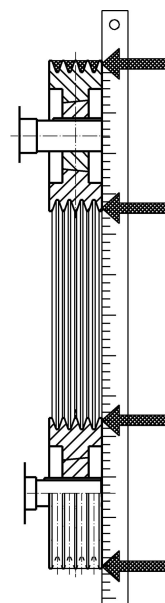

Рис. 2
- 2.6 Наденьте клиновые ремни (5218) на шкивы и натяните их с помощью регулировочных винтов в кронштейне электродвигателя. При натягивании клиновых ремней убедитесь, что шкивы выровнены достаточно точно. Чтобы проверить выравнивание, воспользуйтесь металлической линейкой, как это показано на рис. 2. Убедитесь, что линейка касается в четырех точках. Максимальная допустимая ошибка по углу составляет 1 мм на пролет клинового ремня, равный 1000 мм. Натяните клиновые ремни в соответствии с таблицей 1. Это единственный способ обеспечить максимальный коэффициент полезного действия силовой передачи и предотвратить чрезмерные нагрузки на валы зубчатого механизма и электродвигателя.